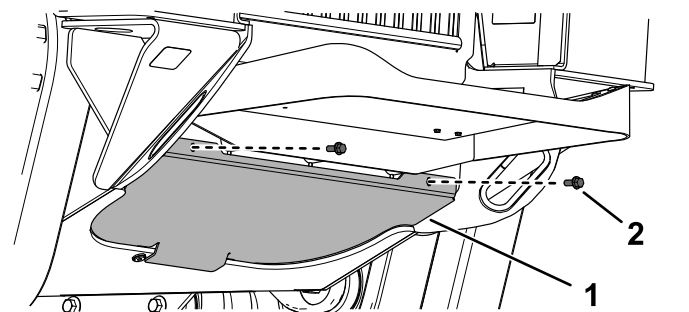

Figure 39
1. Retirez les 2 boulons de fixation de la plaque inférieure (Figure 39).